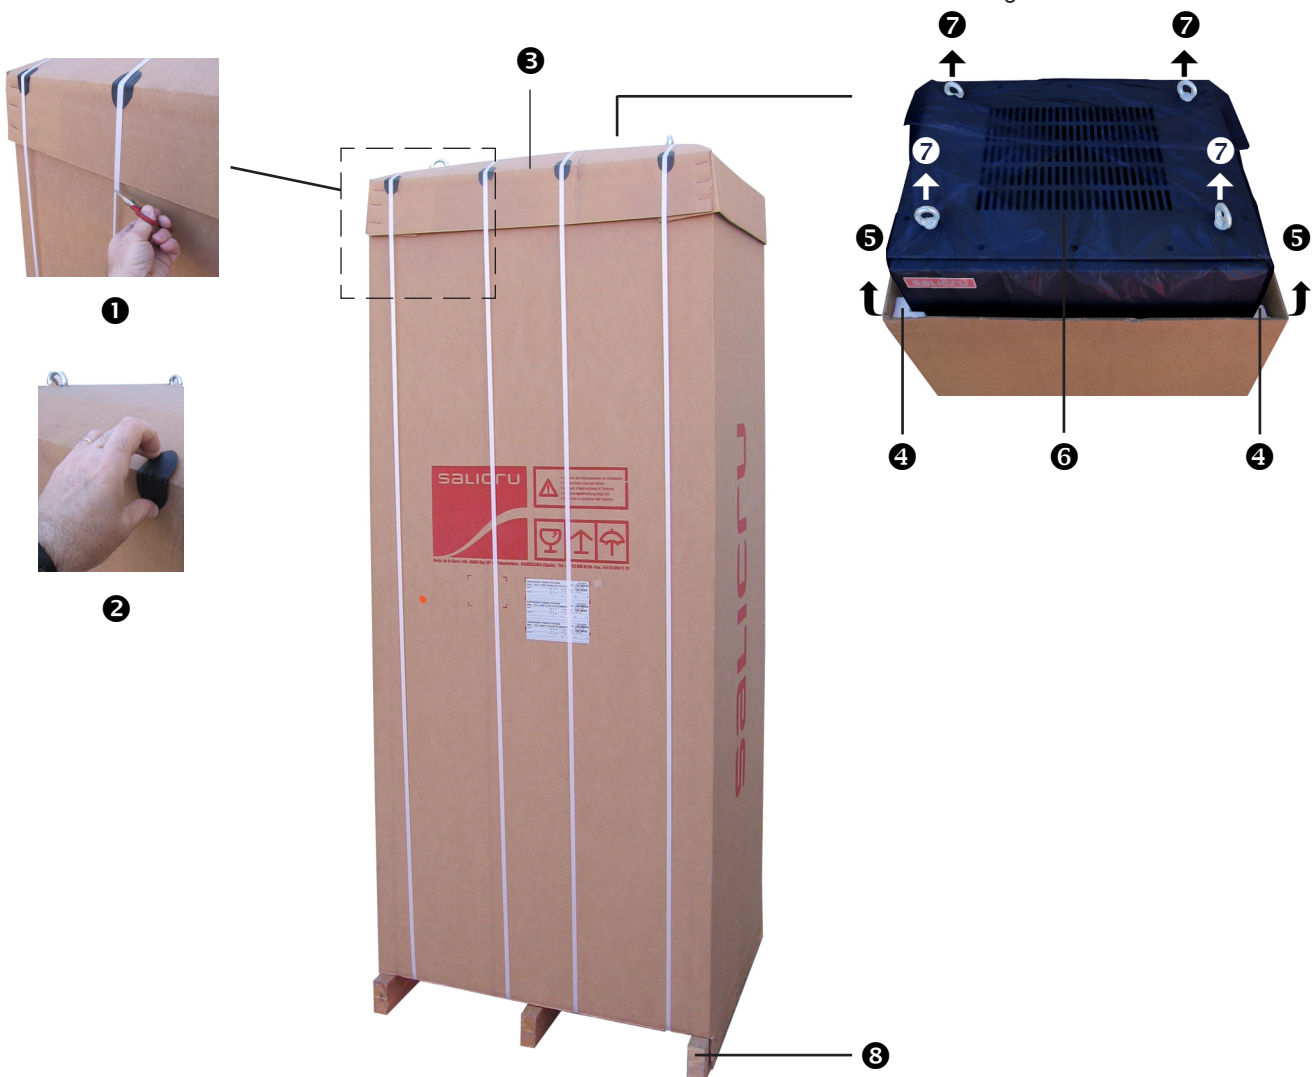

Abb. 17. Auspackvorgang eines Systems in einem Schrank.
- Das Auspacken eines Gerätes ist mit keinerlei Unannehmlichkeiten verbunden und wird hier nur für ein System im Schrank beschrieben, da es insbesondere aufgrund des Volumens des Schrankes etwas komplexer ist (siehe Abb. 17). Bitte befolgen Sie das unten beschriebene Verfahren: